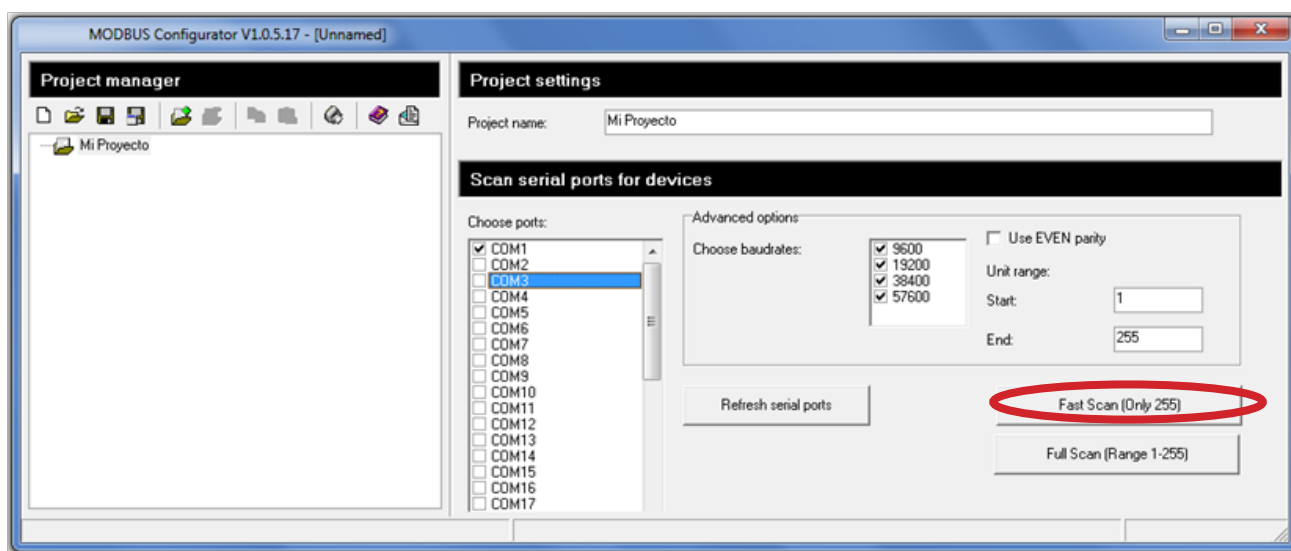

Figura 8: Seleccionar el puerto COM al que se ha conectado el CMBUS.
8.- En la pantalla principal del software (**Figura 8**) seleccionar el puerto serie al que se ha conectado el **CMBUS**.